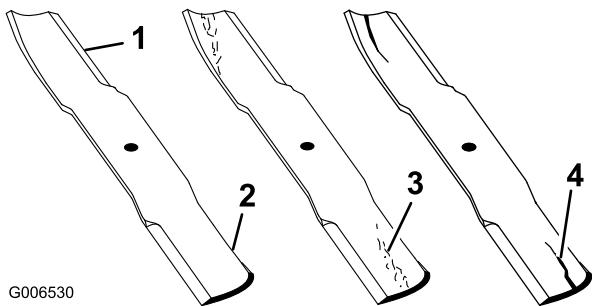

Figure 54
1. Examinez le tranchant des lames (Figure 54). Si les lames coupent mal ou présentent des indentations, déposez-les et aiguisez-les (voir Aiguisage des lames).
2. Inspectez les lames, surtout la partie relevée (Figure 54). Remplacez immédiatement toute lame endommagée, usée ou qui présente une entaille (Figure 54).